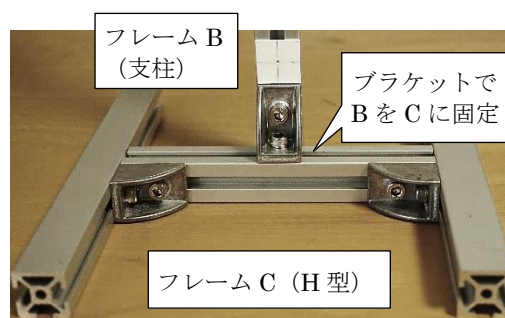

図 1-5 フレーム B のフレーム C への取り付け
2. 図 1-1, 図 1-5 を参考にしながら、土台となる H 型のフレーム C に支柱フレーム B を取り付ける。その際、装置全体ががたつかないように支柱の位置を調整する。このように組み立てると、厚紙のくぼみは机から 6.0 cm の高さに、また図 1-2 の  $L$  (棒の支点からフレーム A の下端までの距離) は 29.0 cm になる。